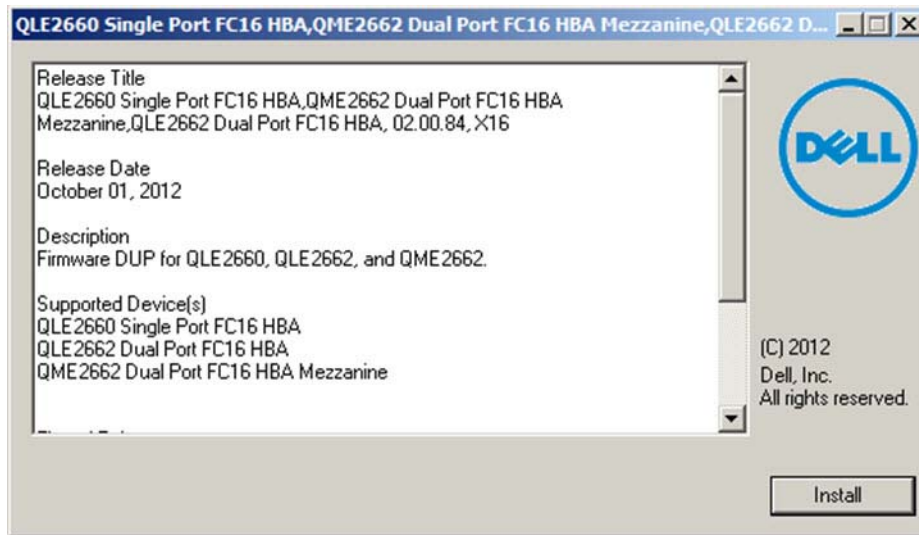

Abbildung 3-1. Startbildschirm des Dell Aktualisierungspakets
1. Doppelklicken Sie auf das Symbol für die Firmware-DUP-Datei. Wenn der Startbildschirm des DUP (Abbildung 3-1) angezeigt wird, klicken Sie zum Fortfahren auf **Install** (Installieren).